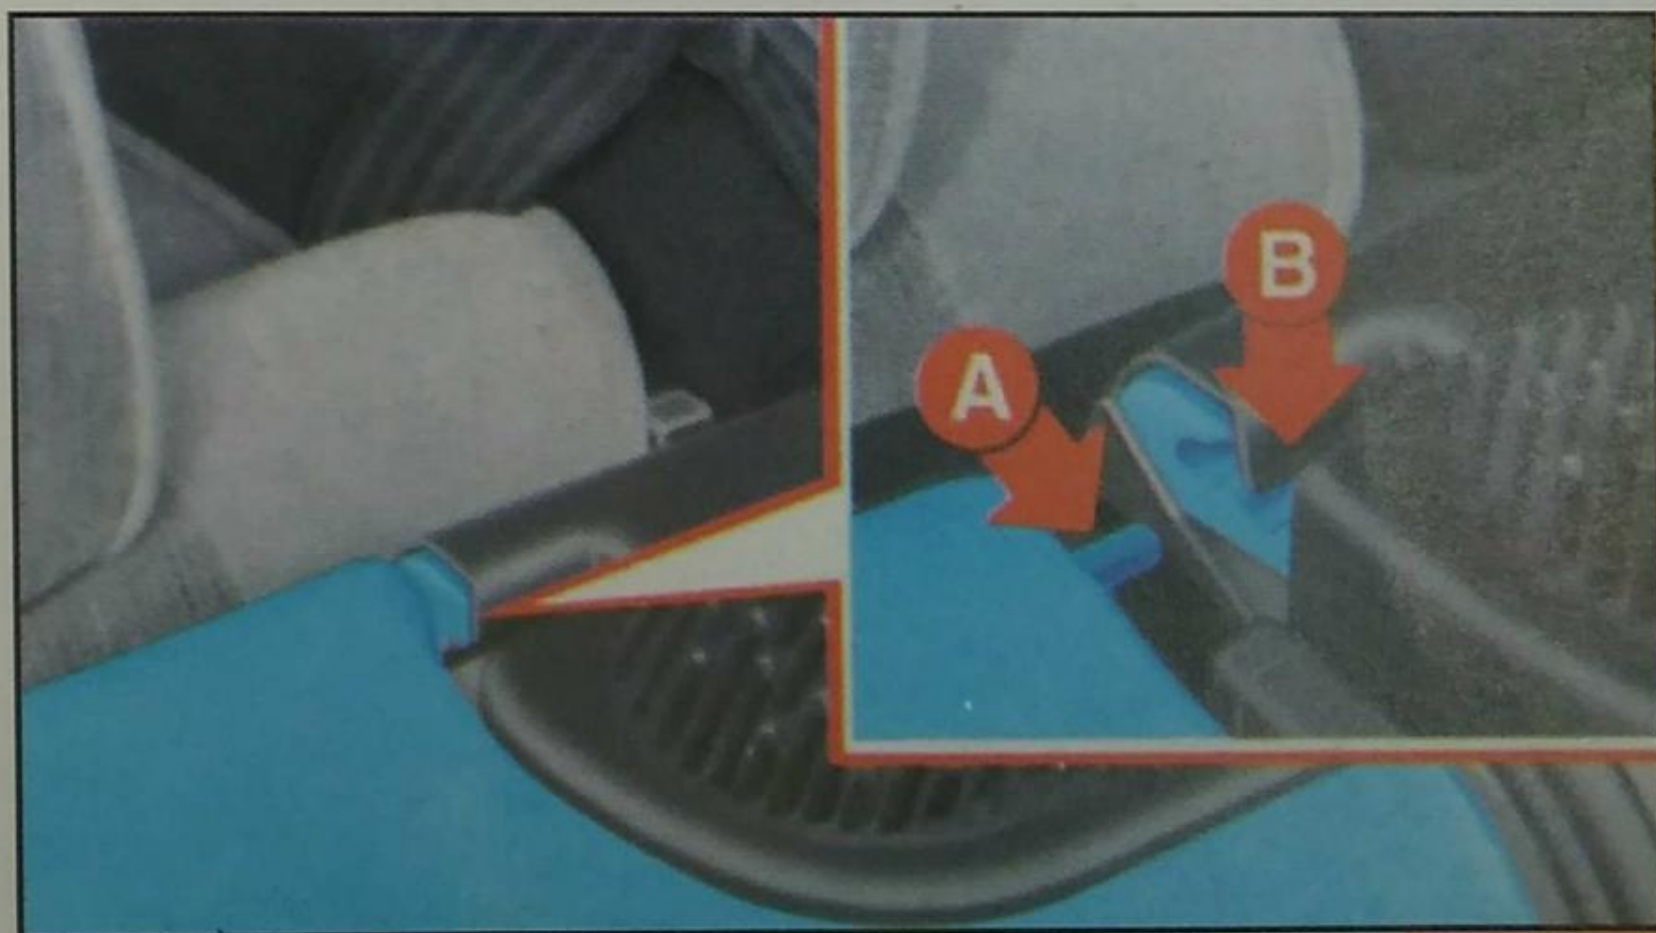

Fig. 71
2) retirar los pines **A**-fig. 71 del portaobjetos de sus respectivas sedes **B** y removerlo.